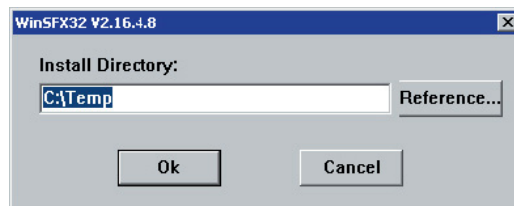

Рис. 8-18
- 5** Откроется окно для указания места установки программы. Указать путь для установки программы и нажать "ОК" (рис. 8-18).